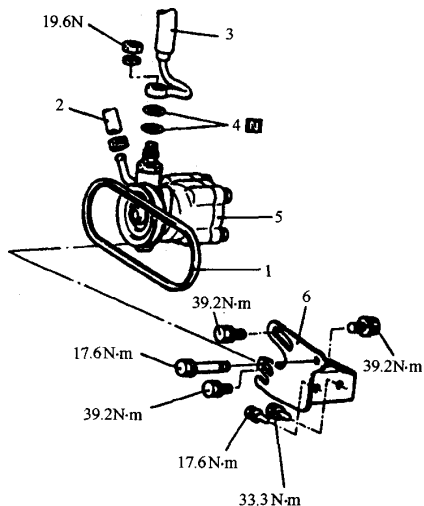

图7-24动力转向泵的拆装
(1) 动力转向泵的拆装见图7-24。拆卸前应排出动力转向油，安装后应加注动力转向油，调整V形皮带的张紧力，排出动力转向油路中的空气。